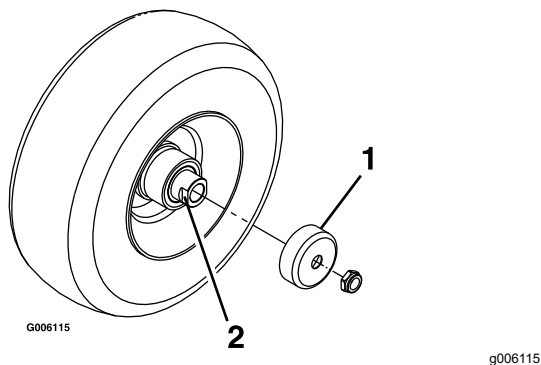

Figura 38
4. Retire los protectores de los retenes del cubo de la rueda (Figura 38).